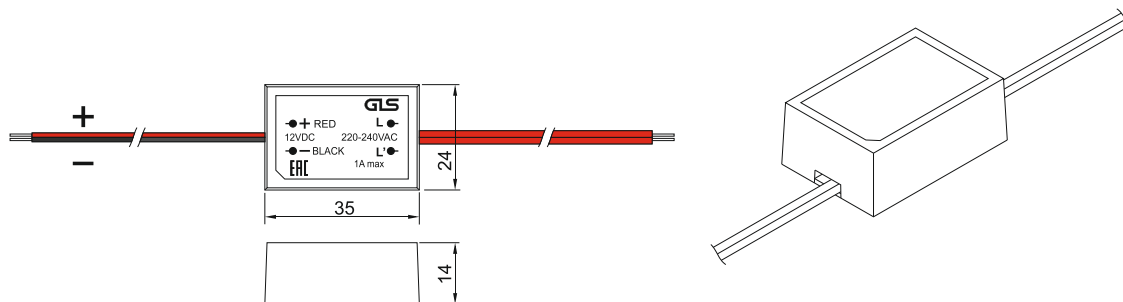

Рис.1
- Размеры и внешний вид реле-выключателя указаны на Рис. 1.